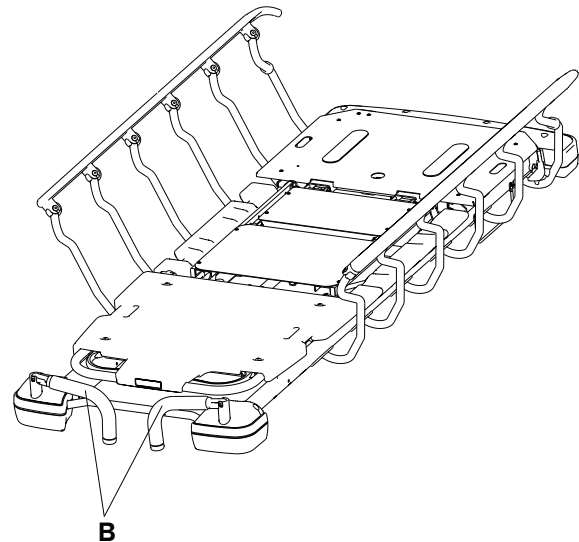

Figura 10 – Ripiegamento delle maniglie di spinta del lato testa
3. Eseguire queste operazioni in senso inverso per ripiegare le maniglie di spinta del lato testa (B) (Figura 10).